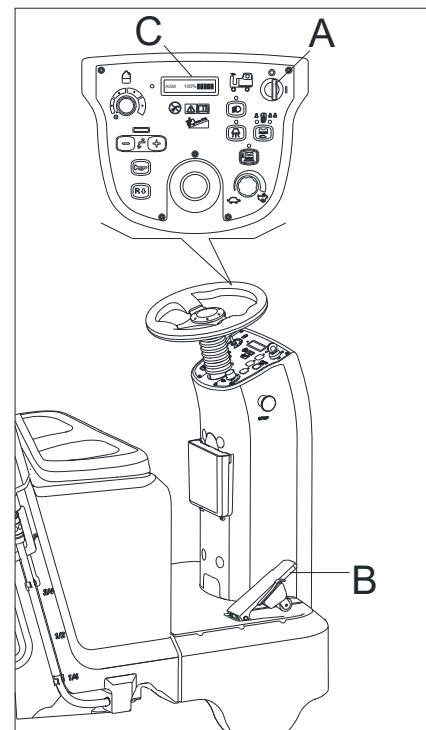

Abbildung 27
1. Drehen Sie den Zündschlüssel (A, Abbildung 27) auf "I".
2. Drücken Sie den Schalter (B, Abbildung 27) und lesen Sie auf dem Stundenzähler (C, Abbildung 27) die Gesamtzahl der Arbeitsstunden (Bürstenreinigung/Trocknen) ab, die von der Maschine ausgeführt wurden.
3. Drücken Sie den Schalter (B, Abbildung 27) erneut.
4. Drehen Sie den Zündschlüssel (A, Abbildung 27) auf "0".